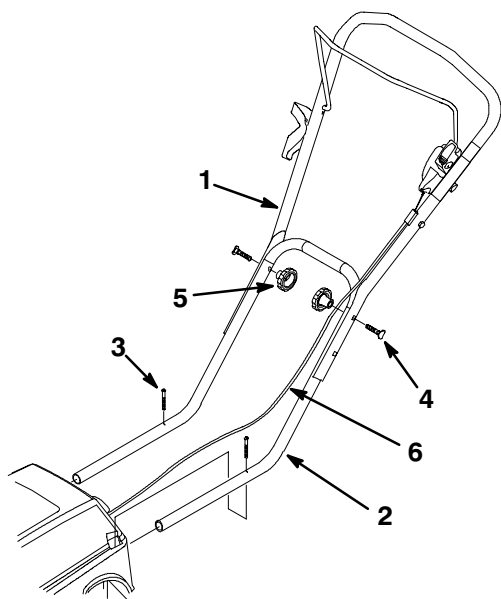

Figure 4
3. Mancheron supérieur (Fig. 4) - La hauteur du mancheron peut être réglée dans deux positions selon les préférences de l'utilisateur. Se tenir derrière la tondeuse pour évaluer la hauteur idéale. Placer les extrémités du mancheron supérieur de part et d'autre du mancheron inférieur. Choisir une paire de trous du mancheron supérieur, les faire correspondre aux trous du mancheron inférieur, et assembler les deux éléments du mancheron au moyen des boutons et boulons.